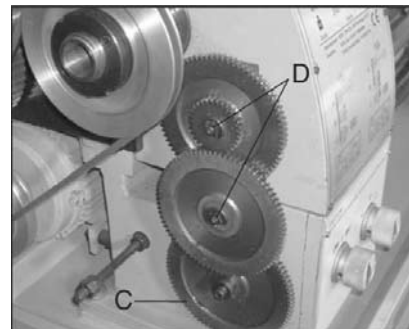

Fig. 43
Le niveau d'huile est visible au voyant (A). Le remplissage d'huile s'effectue par le bouchon (B). La vis de vidange d'huile se trouve du côté droit de la boîte de vitesse (Fig.43, C).
Tête de cheval (Fig.43)